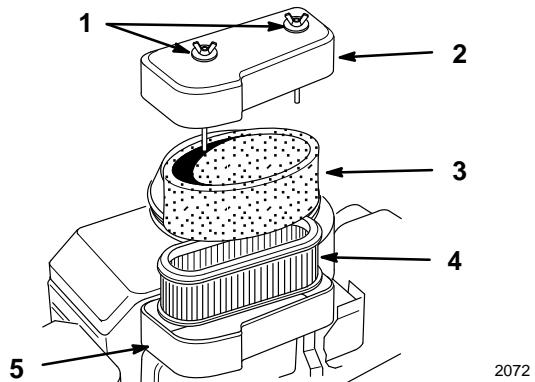

Figure 17
2. Nettoyer les abords du filtre à air pour éviter d'introduire dans le moteur des impuretés qui pourraient l'endommager. Dévisser les écrous du couvercle et déposer le couvercle du filtre à air (Fig. 17).
3. Déposer l'ensemble d'éléments du filtre à air (Fig. 17).
4. Retirer délicatement l'élément en mousse qui entoure l'élément en papier, en le faisant glisser (Fig. 17).
- Glisser délicatement l'élément en mousse sur l'élément en papier du filtre à air (Fig. 17).
- Placer les éléments assemblés dans le boîtier du filtre à air (Fig. 17).
- Monter le couvercle du filtre à air et le fixer à l'aide de ses écrous (Fig. 17).